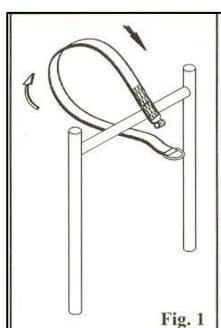

Fig. 1
**Passo 2:** girare la Cinghia di ancoraggio due o tre volte a seconda della lunghezza, di modo che alla fine il giro passi attraverso l'anello come mostrato in figure 1, 2 e 3. Stendere la Cinthia tirando l'estremità.